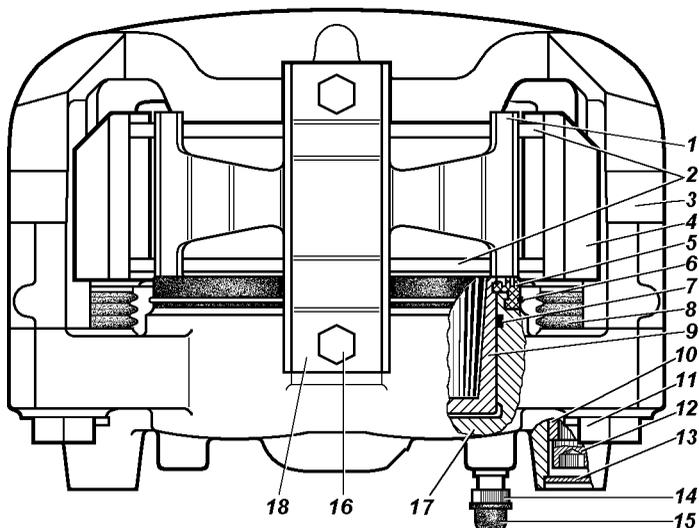

Рис. 9.30. Передние дисковые тормоза:
**Дисковые тормозные механизмы передних колес.** Для осмотра тормозных колодок 2 (рис. 9.30) установите автомобиль на горизонтальной площадке, затормозите стояночным тормозом. Осмотр колодок проводите через окно в суппорте 4. Если фрикционные накладки износились до толщины 1,5-2,0 мм, то замените колодки новыми. Замену производите на обоих передних тормозах.